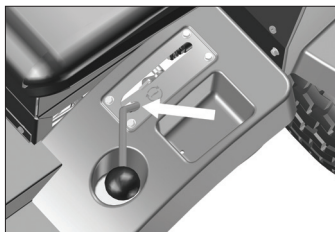

Fig. 24
2. Com o motor ligado e na aceleração máxima, mova a alavanca de acionamento do conjunto de corte para a posição Ligado [Fig. 24].